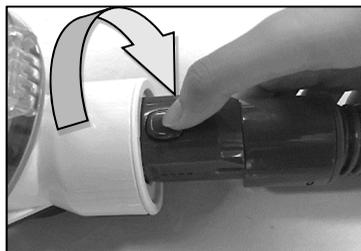

Abb. 1
1. **Schließen Sie das Schlauchzubehör an:** Legen Sie den Schlauchanschluss vor den Staubsauger, stecken Sie ihn in die Einlassöffnung und drehen Sie ihn nach rechts. (Abb. 1)